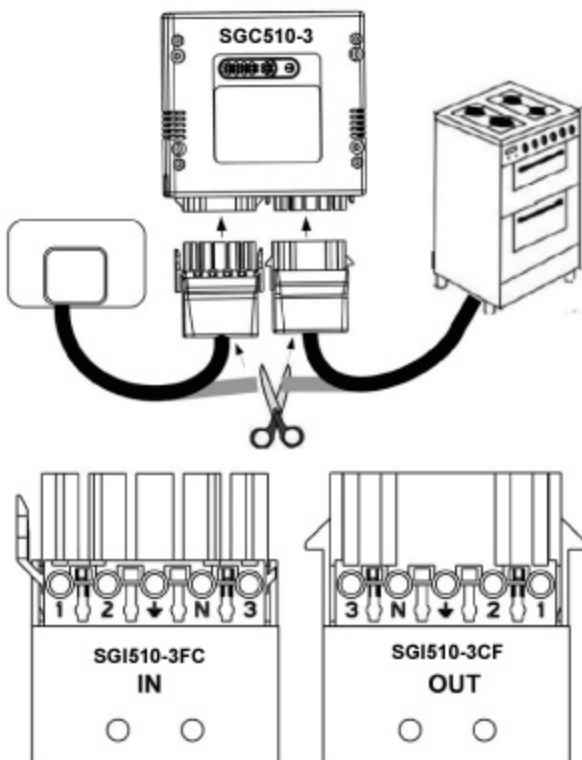

Abb. 5
2. Stecken Sie das Batterietrennstück [7] in die Öffnung auf der Unterseite der Sensoreinheit (siehe Abb. 1). Halten Sie die Sensoreinheit in Ihrer Hand, und drücken Sie ca. 5 Sekunden lang das Batterietrennstück und die Abdeckung gegeneinander. Sollten Sie das Batterietrennstück verloren haben, können Sie alternativ auch einen Schraubendreher verwenden (siehe Abb. 5).
3. Stecken Sie das rote Batterietrennstück [7] in das Loch auf der Unterseite der Sensoreinheit (siehe Abb. 1, Seite 3). Halten Sie die Sensoreinheit in Ihrer Hand, und drücken Sie ca. 5 Sekunden lang das Batterietrennstück und die Abdeckung gegeneinander. Lassen Sie los (die Sensoreinheit piept einmal). Drücken Sie erneut das Batterietrennstück und die Abdeckung für ca. 5 Sekunden gegeneinander. Lassen Sie los (die Sensoreinheit piept einmal), und entfernen Sie das Batterietrennstück. Sollten Sie das Batterietrennstück verloren haben, können Sie auch einen Schraubendreher verwenden (siehe Abb. 5, Seite 7).